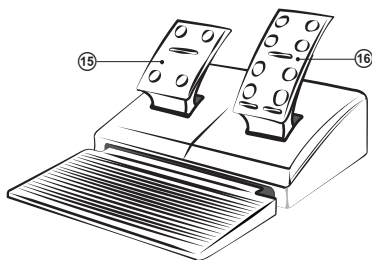

Рис. 3. Блок педалей
- Подключите к устройству блок педалей (рис. 3) с помощью встроенного в блок кабеля к разъему RJ-11 ⓑ, а потом подключите само устройство кабелем USB Ⓐ к свободному порту USB компьютера.